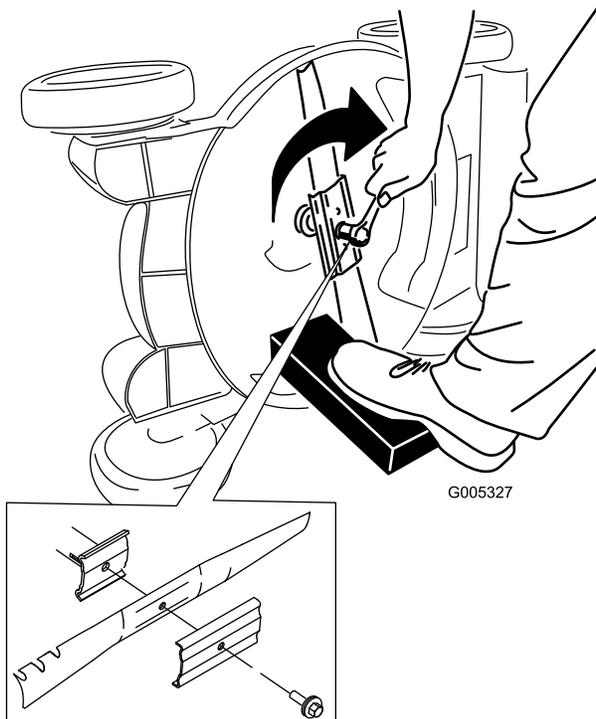

図 49
5. 新しいブレードを取り付ける。外したボルト類を使用する 図 49。
3. エンジンを始動し、ブレードを回転させた状態で、右後ろの車輪から付近からデッキ内部に水を掛ける 図 49。